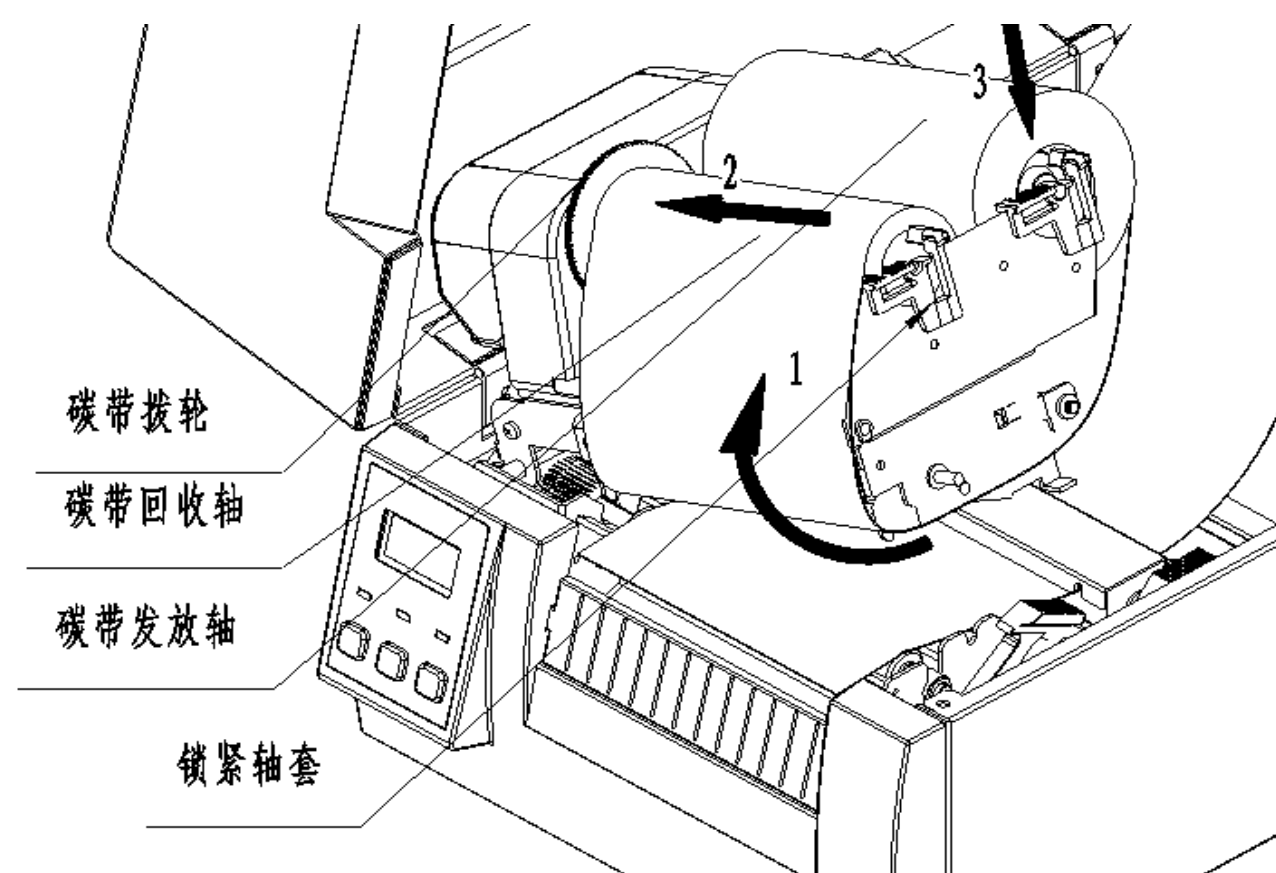

图 5.6-2
- 2) 沿方向 1 使碳带绕过打印组件后，将碳带发放轴和碳带回收轴分别按方向 2、方向 3 插入碳带转动套和锁紧轴套（见图 5.6-2）；